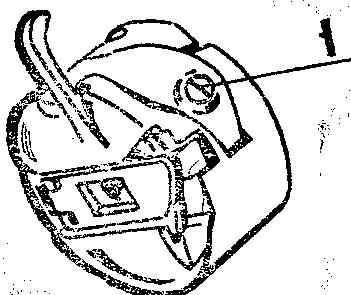

Рис. 24
9.2. Регулирование натяжения нижней нитки осуществляется путем поджатия пружины натяжения шпульного колпачка (рис. 24) винтом 1. При повороте винта отверткой направо, т. е. по часовой стрелке, натяжение нижней нитки увеличивается, при повороте винта налево, т. е. против часовой стрелки, натяжение уменьшается.